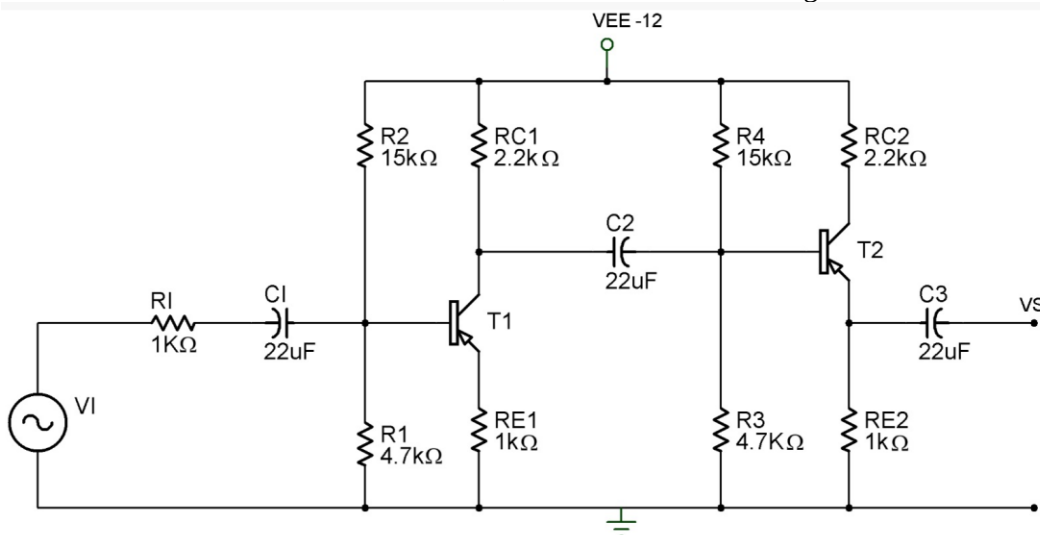

Figura 2.3.
4. Cambie la salida V_s al emisor del transistor T_2 , como se muestra en la figura 2.3.
3. ¿Qué efecto tiene el capacitor de desvío C_3 en el circuito de la Figura 2.3? Explique su respuesta.
4. ¿Qué efecto tiene el capacitor C_2 en el circuito de la Figura 2.3?